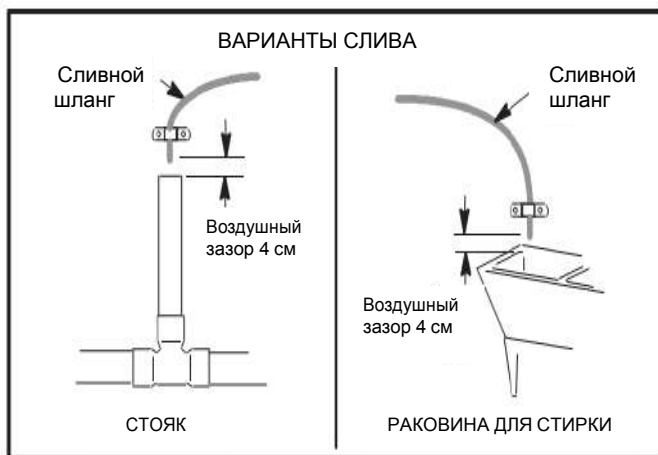
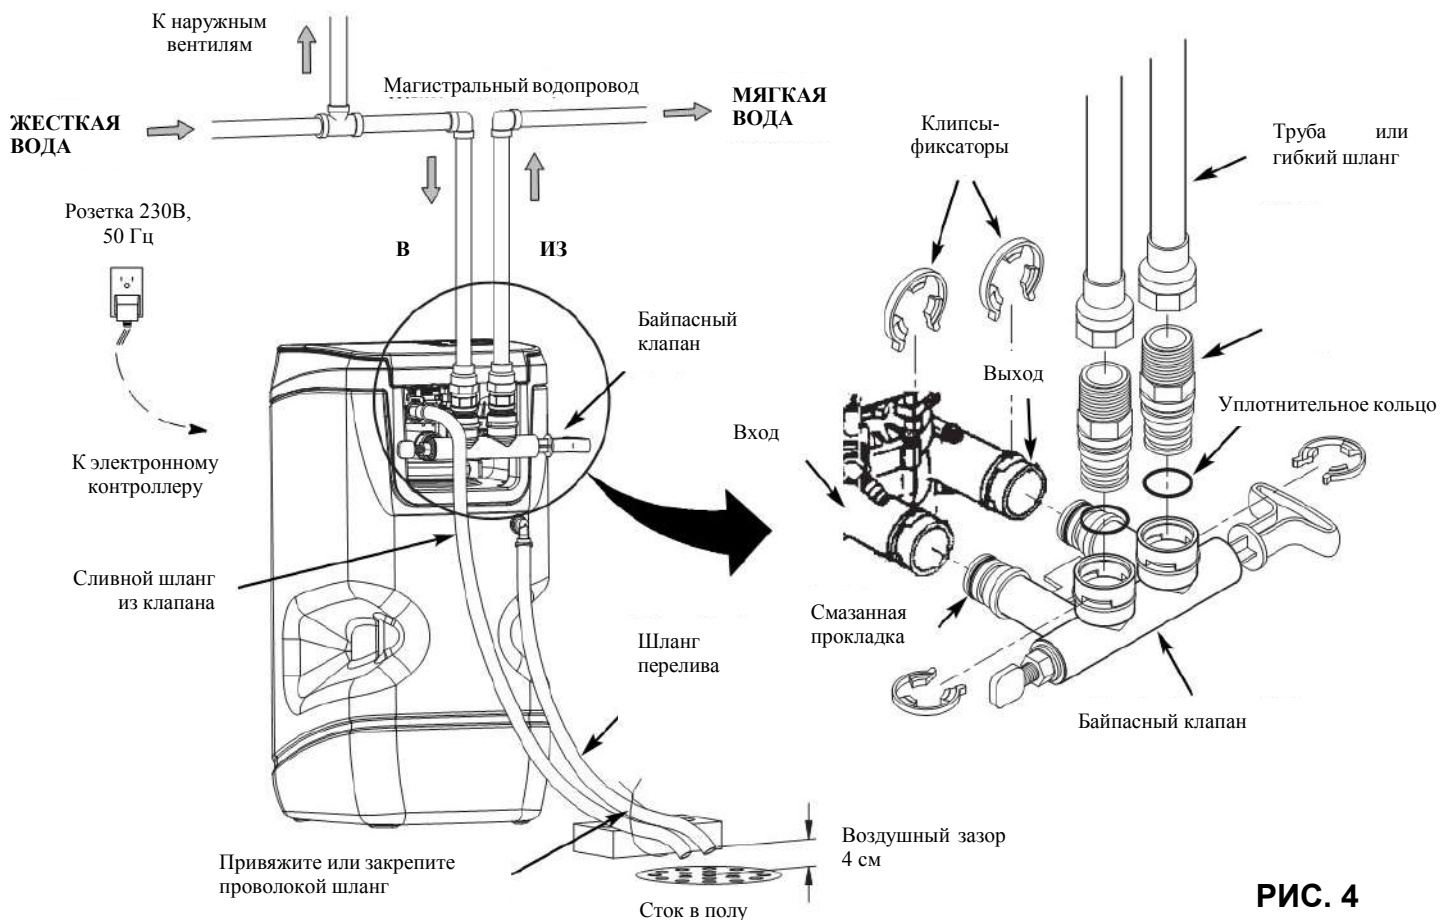

РИС. 2
РИС. 4
- Слив необходим для отвода промывной воды. Предпочтителен сток в полу, ближе к умягчителю воды (см. Рисунок 4). Другими вариантами являются раковина для стирки, стояк и т.п. (см. Рисунок 2).
При установке моноблочного байпасного клапана поставьте смазанные кольцевые уплотнители на оба фитинга байпасного клапана (Смотрите Рисунок 4). Осторожно вставьте байпасный клапан в переключающий клапан умягчителя и поставьте С-образные клипсы-фиксаторы.
**b.** Установите байпасный(ые) клапан(ы) в положение **байпаса** (см. Рисунок 2).